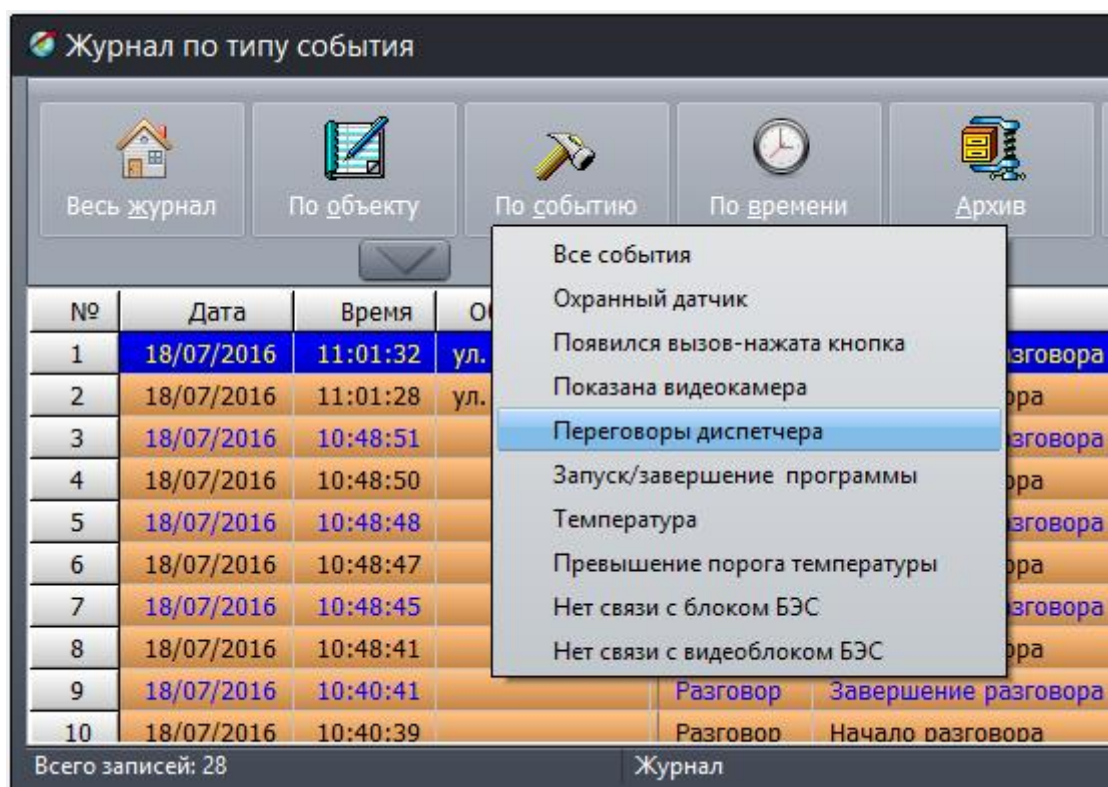

Рисунок 28 – Типы событий в журнале
- «Событие» - тип события (рисунок 28);